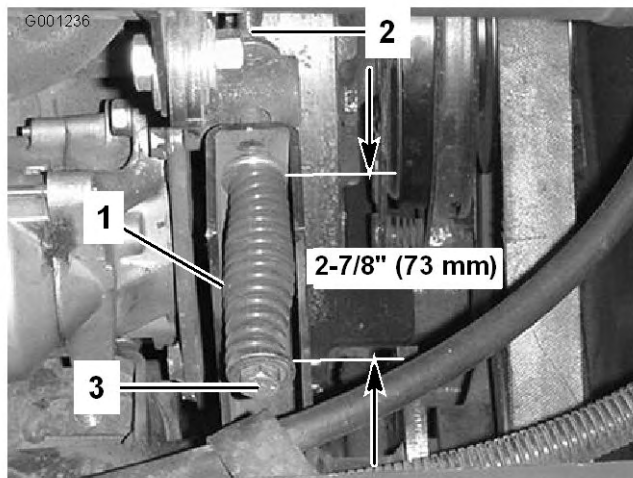

Figura 65
- Afloje la contratuerca de la varilla tensora (Figura 65).
- Utilice una llave de 1/2 pulgada para apretar o aflojar el muelle tensor de la correa (Figura 65). Ajuste la longitud del muelle a 73 mm.
- Utilizando una llave de 1/2 pulgada, afloje completamente el muelle tensor de la correa (Figura 65).
- Instale la nueva correa de la toma de fuerza y vuelva a tensar el muelle de la polea hasta que tenga una longitud de 73 mm (Figura 65).
- Apriete la contratuerca (Figura 65) y cierre el capó.